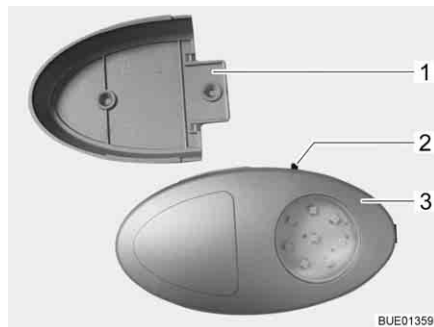

Fig. 79 Eclairage de la penderie
- ▷ Il est possible d'extraire l'éclairage de la penderie de son support vissé (Fig. 79,1) et de l'utiliser comme lampe de poche.
Le bouton Marche/Arrêt (Fig. 79,2) se trouve directement sur l'éclairage de la penderie (Fig. 79,3).